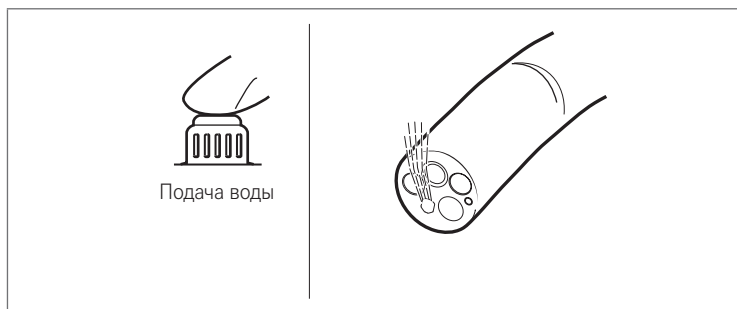

Рис. 4.11
5. Извлеките эндоскоп из контейнера и нажмите на клапан подачи воздуха/воды. Убедитесь, что из дистального конца эндоскопа вытекает некоторое количество воды (рис. 4.11).